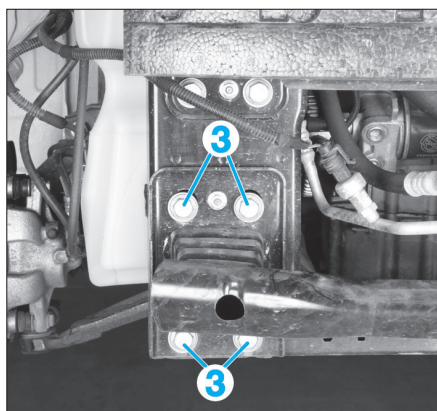

Fig. 2
- Déposer de chaque côté de la traverse, les vis (3) (Fig.2).